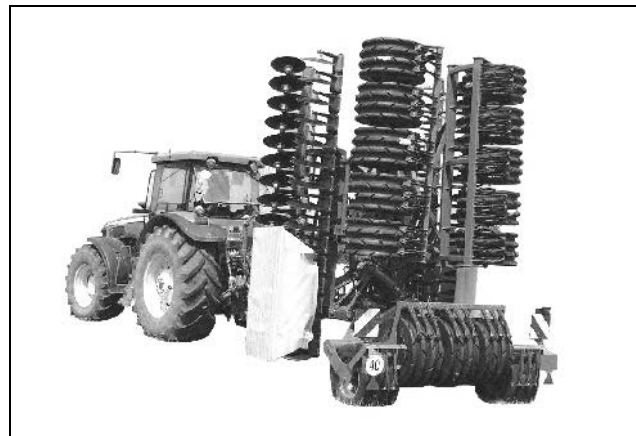

Fig. 26
- **Kone tiekuljetusasennossa (Fig. 26)**